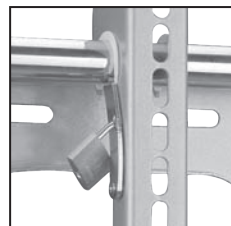

Fig. 5 – Puede utilizarse un candado pequeño para ayudar a evitar el robo de la pantalla.
- Mueva la lengüeta de seguridad de cada brazo a su posición para evitar que la pantalla se separe accidentalmente del montaje. Puede insertarse un candado en una de las lengüetas para ayudar a evitar el robo de la pantalla (vea la Fig. 5).